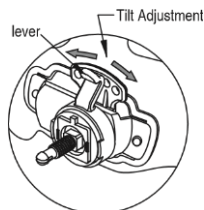

Fig. 4
- LUTNING:** Lutningsjusteringen finns på höger sida av ansiktsskyddet. Lossa den högra blockmuttern och tryck ut den övre änden av justeringsspaken tills spakens stoppflik frigörs från spåren. Vrid sedan spaken framåt eller bakåt till önskad lutningsposition, utan att behöva ta bort ansiktstättningen. Stoppet aktiveras automatiskt igen fig. 4 när det släpps och låser ansiktsskyddet i position (se fig. 4).